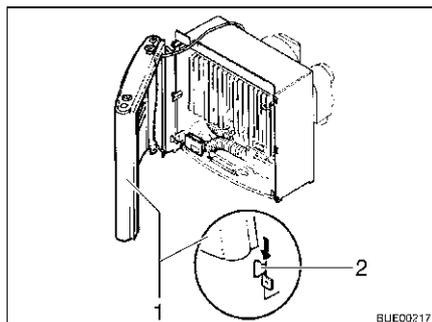

Fig. 126 Copertura del riscaldamento, passanti di sostegno
- Montare la copertura del riscaldamento. Collocare la copertura (Fig. 126,1) sui passanti di sostegno inferiori (Fig. 126,2).